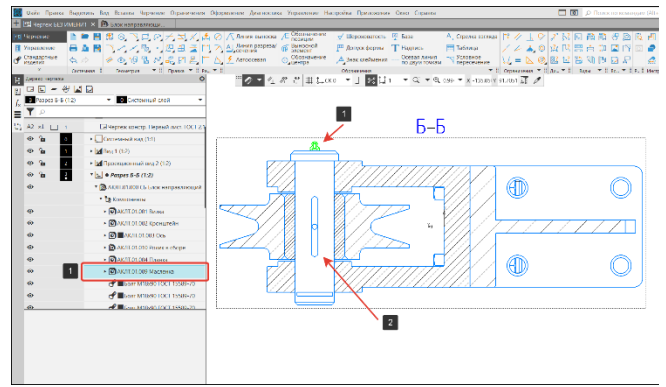

Рисунок 397 – Нерезанный компонент ось
- После того как разрез был перестроен, компонент ось отобразится без разреза (2), а в дереве чертежа напротив компонента отобразится пиктограмма квадрат (Рисунок 397);
- Выполним аналогичные команды для компонента «Масленка» (1) (Рисунок 397);